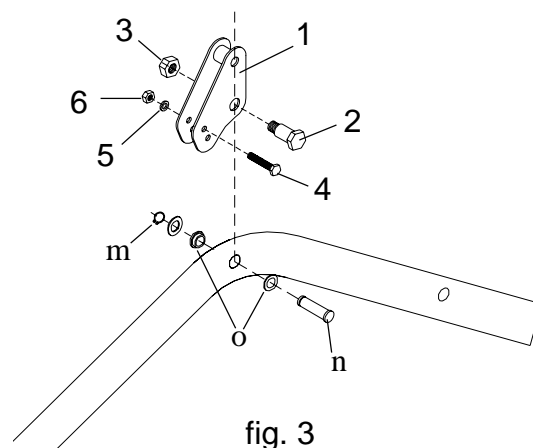

fig. 3
- Placera adaptorn (1) enl. fig. 3 och montera bulten (2) och låsmuttern (3).
- Montera ledtapparna (m) och låsringarna (n) enl. fig 3.